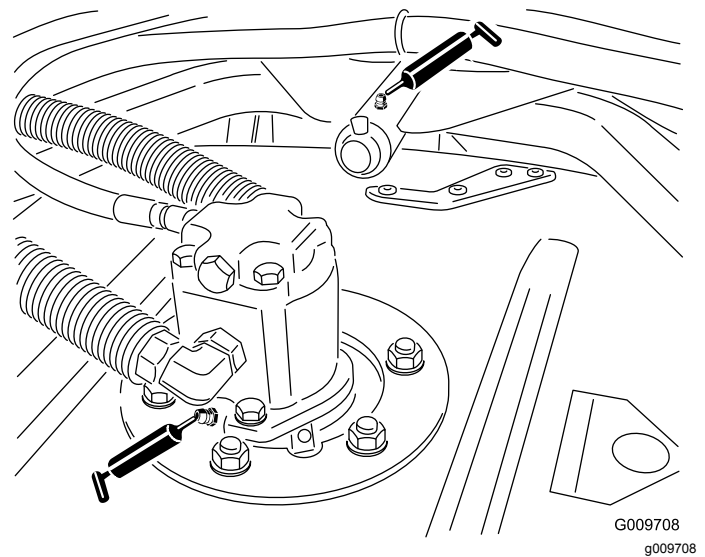

Figure 24
- Roulements d'axes de pivots de plateau de coupe (1 par plateau) (Figure 24)
- Bagues de bras de bâti porteur de plateau de coupe (1 par plateau) (Figure 24).